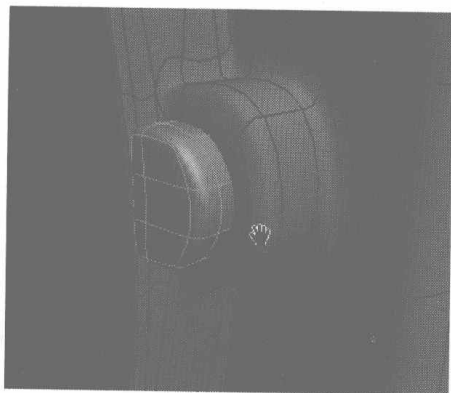

图 6.301
- 08** 在按钮上添加一些细分线来调整按钮的形状，效果如图 6.300 所示。再用 Box 来制作其顶部镶嵌的小按钮，如图 6.301 所示。